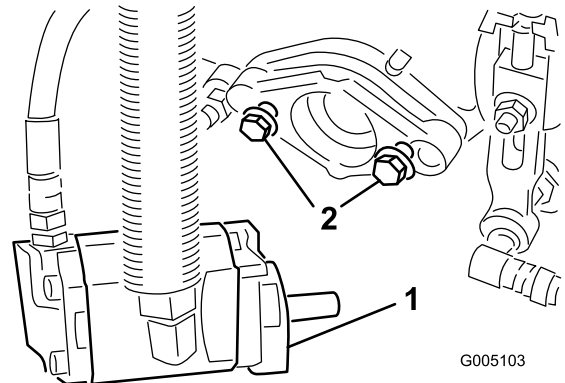

Bild 10
6. Lassen Sie ungefähr 13 mm Gewinde an jedem Befestigungsbolzen des Spindelmotors sichtbar (Bild 10).
8. **Ziehen Sie die Befestigungsschrauben fest (Bild 10).**